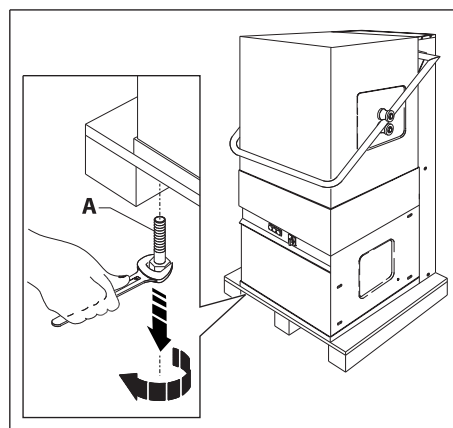

Рис. 3
2. Открутите два винта А, крепящие машину к транспортировочному поддону (рис. 3).